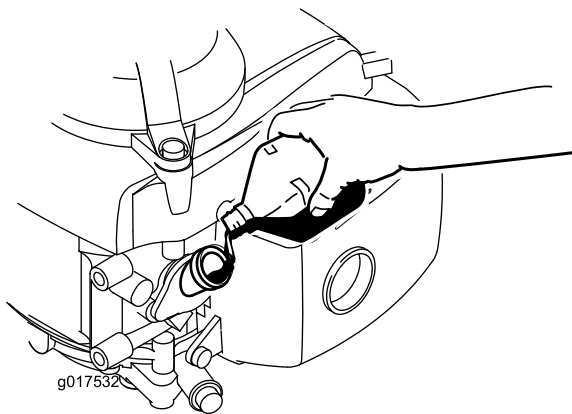

Figure 6
3. Versez **lentement** l'huile dans l'orifice de remplissage, patientez 3 minutes puis vérifiez le niveau d'huile sur la jauge en essuyant cette dernière sur un chiffon propre et en l'insérant dans l'orifice, **mais sans visser** le bouchon (Figure 6).